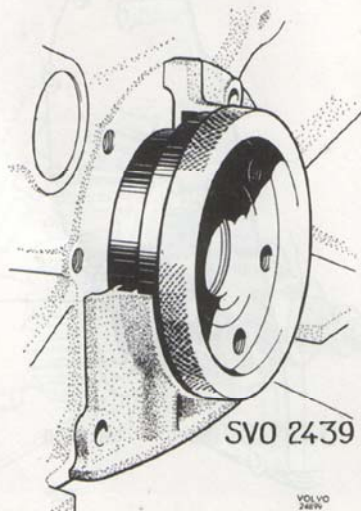

Bild 42. Centrerings av bakre tätningsfläns
3. Centra flänsen med centrerhylsa SVO 2439, bild 42. Vrid hylsan runt under fastdragning av skruvarna och justera flänsens läge om hylsan låser fast. Kontrollera att flänsen ligger plant mot blocket på undersidan.